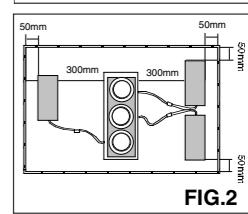
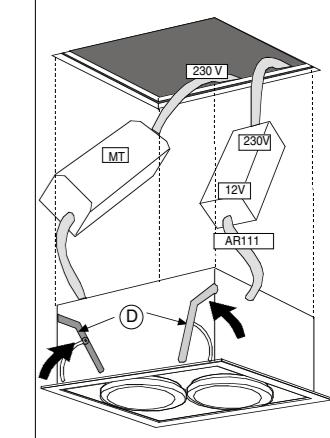

FIG.2
FIG.4
• Verificar que el staffe D de bloccaggio dell'apparecchio siano in posizione verticale (FIG.4).
• Appoggiare la cassetta sul controsoffitto rispettando le distanze (FIG.2) e inserire l'apparecchio nel foro del controsoffitto (FIG.4).
• Introduzca la luminaria en el agujero del cielo raso (FIG.4) y apoyar el equipo eléctrico sobre el cielo raso, respectando las distancias (FIG.2).